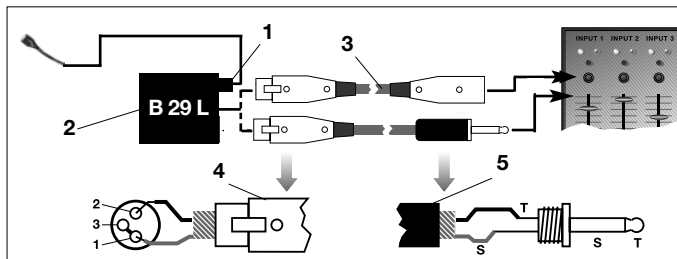

Abb. 3: Anschluss-Schema mit B 29 L
Siehe Abb.3.
Siehe Abb. 3. 2. Verbinden Sie das B 29 L (2) mit dem gewünschten Eingang.